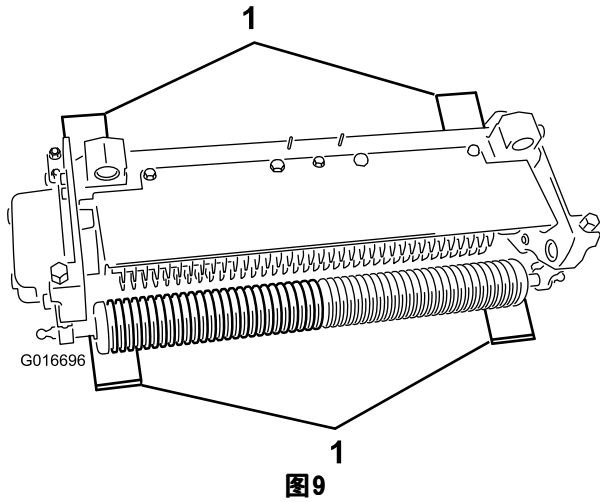

图9
2. 将 4 个所需刀片穿透深度的厚度的调刀尺，分别放在切根滚刀组前、后滚筒的两端下面（图9）。